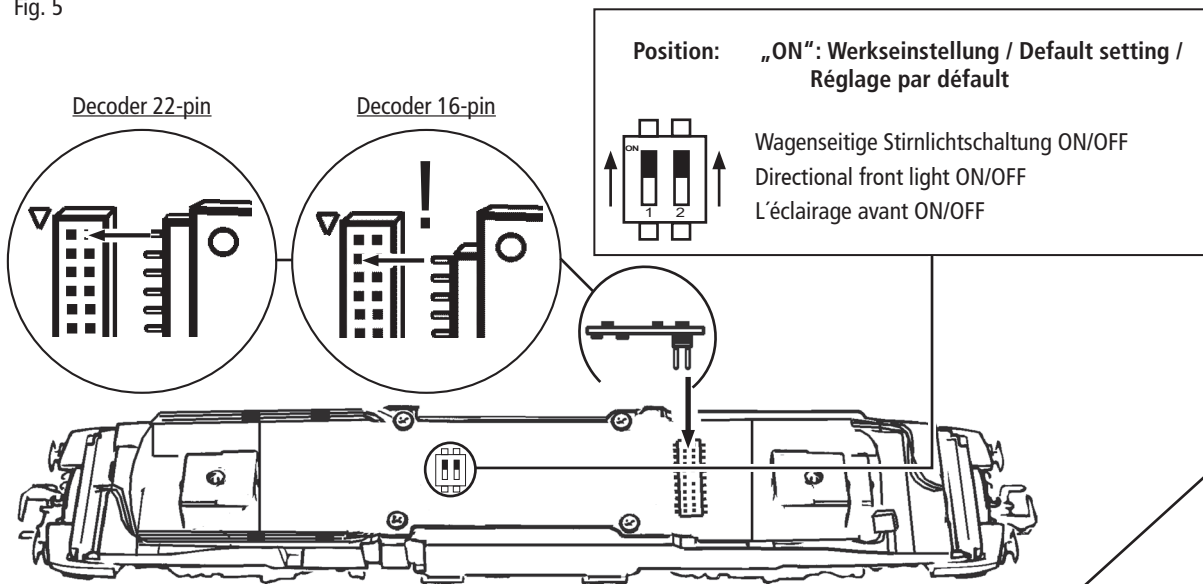

Fig. 7
**3. Haftreifenwechsel:** Zuerst den Getriebedeckel abnehmen (Fig. 7). Danach den **Radsatz** herausnehmen und die **Haftreifen** mit einer Nadel od. mit einem feinen Schraubendreher abziehen (Fig. 7). Beim Aufziehen der neuen Haftreifen darauf achten, dass diese sich nicht verdrehen.
**3. Change of traction tyre:** Remove the gear cover (fig. 7). Take out **wheel set** and remove **traction tyre** using a pin or a fine screwdriver (fig. 7). When pressing on the new traction tyre please **avoid twisting it**.
**3. Échange des bandages d'adhérence:** Démontez d'abord **le couvercle du carter des engrenages** des engrenages (fig. 7). Délogez ensuite les essieux bandagés et enlevez, à l'aide d'une aiguille ou d'un tournevis fin, les bandages d'adhérence (fig. 7). Lors du montage des nouveaux bandages veuillez veiller à ce que les bandages **ne soient pas tordu**.